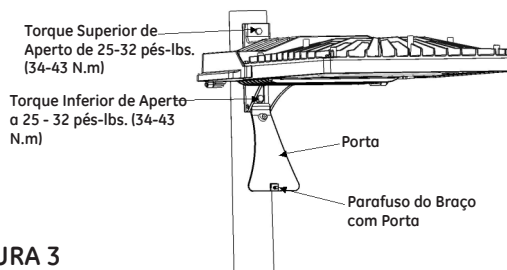

FIGURA 3
- Abra a porta do braço e instale os parafusos 3/8, arruelas de pressão e anilhas na parte interna do braço e aperte-os na placa de porcas. (Ver Figura 3 e 4)